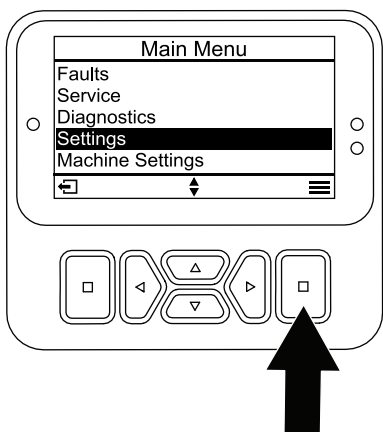

Figura 18
1. Dal MAIN MENU (MENU PRINCIPALE), scorrete verso il basso fino alla voce SETTINGS (IMPOSTAZIONI) e premete il pulsante Seleziona (Figura 18).